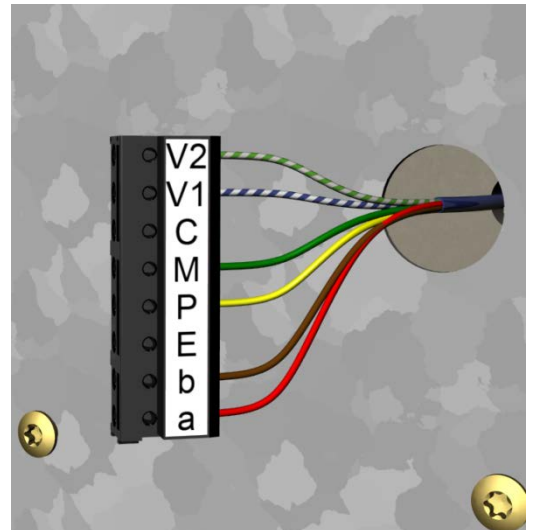

Abb. 3: Leitungen anschließen
- ▶ Schließen Sie die Leitungen gemäß Beschriftung an (Abb. 3).